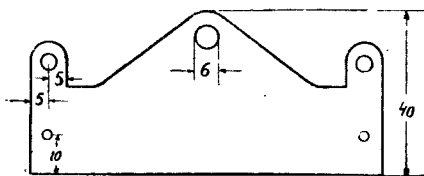

Рис. 8
7) Передняя крепящая планка (ПП), размеры и форма которой даны на рис. 1 и задняя крепящая планка (ПЗ), изображенная отдельно на рис. 8. Планки изготавливаются из листового, толщиной около 2 мм, немагнитного металла (медь, латунь, алюминий и т. п.).
На планке «ПП» высверливают два отверстия диаметром под стягивающие винты, на планке «ПЗ» помимо (см. рис. 8) этих двух отверстий делают еще два, которые будут служить для укрепления